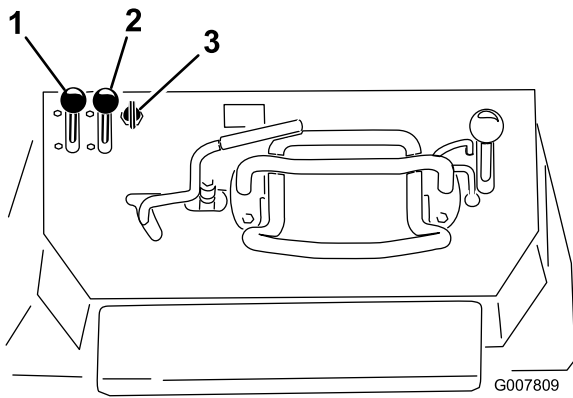

Figure 19
1. Réglez la manette d'accélérateur à mi-course entre les positions bas et haut régime (Figure 19).
2. Levez la manette de starter en position contact établi (Figure 19).
- Pour le modèle avec démarrage électrique, tournez la clé en position contact établi (Figure 19). Relâchez la clé quand le moteur démarre.
4. Amenez progressivement la manette de starter en position hors service (Figure 19). Si le moteur cale
5. Réglez la manette d'accélérateur à la position voulue (Figure 19).
1. Placez la manette d'accélérateur à la position bas régime (Figure 19).
3. Tournez la clé de contact en position contact coupé (Figure 19).